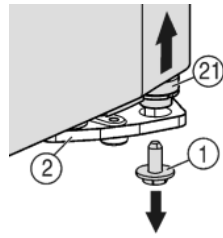
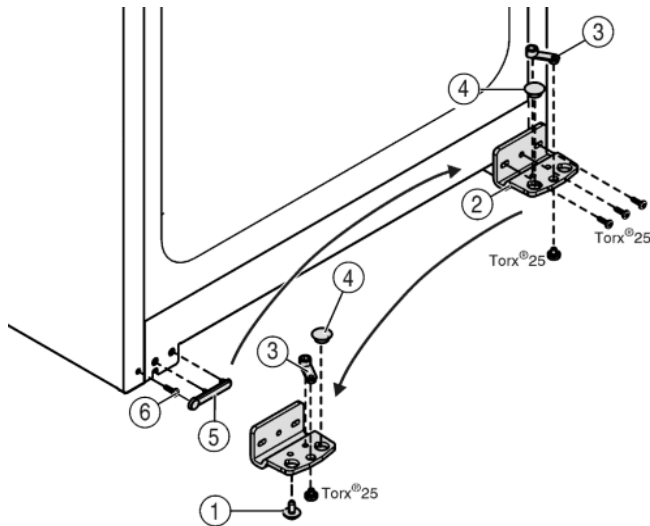

Fig. 4
Fig. 5
- ▶ Внизу справа на опорном кронштейне выкрутите фиксирующий винт Fig. 4 (1).
- ▷ Опорный палец Fig. 4 (21) можно извлечь из опорного кронштейна Fig. 5 (2).
- ▶ Если установочный винт Fig. 4 (21) не откручивается, его можно вынуть, нажав на него снизу.
- ▶ Открутите опорный кронштейн Fig. 5 (2).
- ▶ Открутите опорную деталь Fig. 5 (3) и, переставив в отверстие на противоположной стороне опорного кронштейна, снова прикрутите.
- ▶ Извлеките заглушку Fig. 5 (4) из опорного кронштейна и переставьте ее в отверстие на противоположной стороне опорного кронштейна.
- ▶ Осторожно снимите крышку со стороны ручки Fig. 5 (5).
- ▶ Выкрутите болт Fig. 5 (6) и вкрутите на противоположной стороне.
- ▶ Снова установите крышку Fig. 5 (5).
- ▶ Снова прикрутите опорный кронштейн Fig. 5 (2) на новой стороне шарнира (с моментом 4 Нм). При необходимости используйте аккумуляторный шуруповерт.
- ▶ Вкрутите фиксирующий винт Fig. 4 (1) внизу в опорный палец и затяните (с моментом 4 Нм).